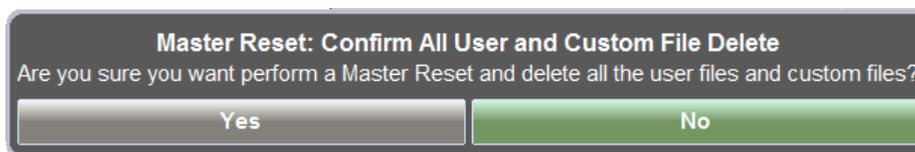

Рисунок 1-4. Запрос подтверждения при выполнении главного сброса
3. Для удаления всех файлов пользователя из внутренней памяти нажмите кнопку **Master Reset**. На экране отображается диалоговое окно с предупреждением о том, что все настройки будут восстановлены на заводские значения, а все пользовательские файлы удалены (рис. 1-4).